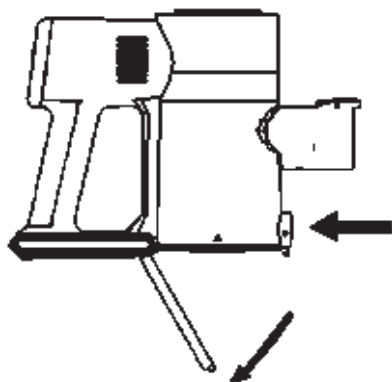

Figure 4
1. Appuyez sur le bouton du bas pour ouvrir le fond du godet à poussière et nettoyer la poussière qui s'y trouve. Figure 4